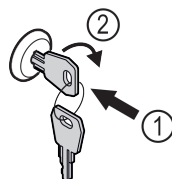

Fig. 58 Exempel
- Sätt in nyckeln *Fig. 58 (1)*.
- Vrid nyckeln 90° medurs *Fig. 58 (2)*.